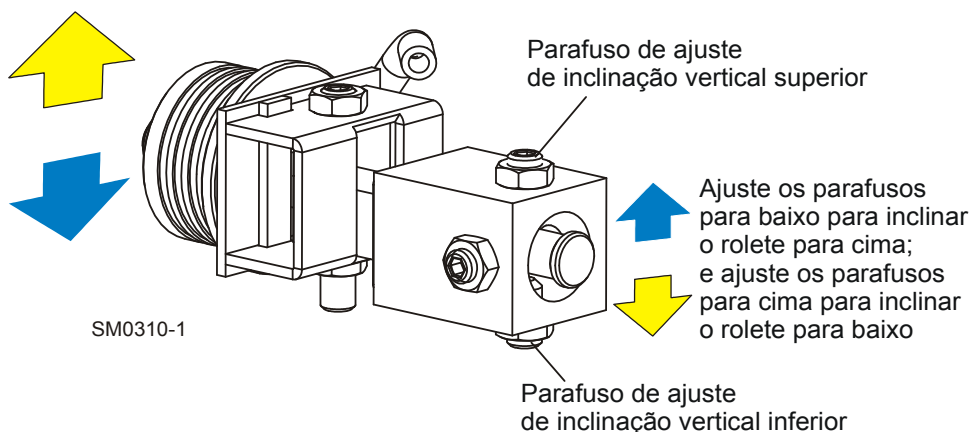

FIGURA 8-4
**Consulte a figura 8-4.** Solte as contraporcas dos parafusos de ajuste superior e inferior da inclinação vertical. Para inclinar o rolete para cima, solte o parafuso inferior e aperte o parafuso superior. Para inclinar o rolete para baixo, solte o parafuso superior e aperte o parafuso inferior. Aperte as contraporcas e verifique novamente a inclinação da lâmina.